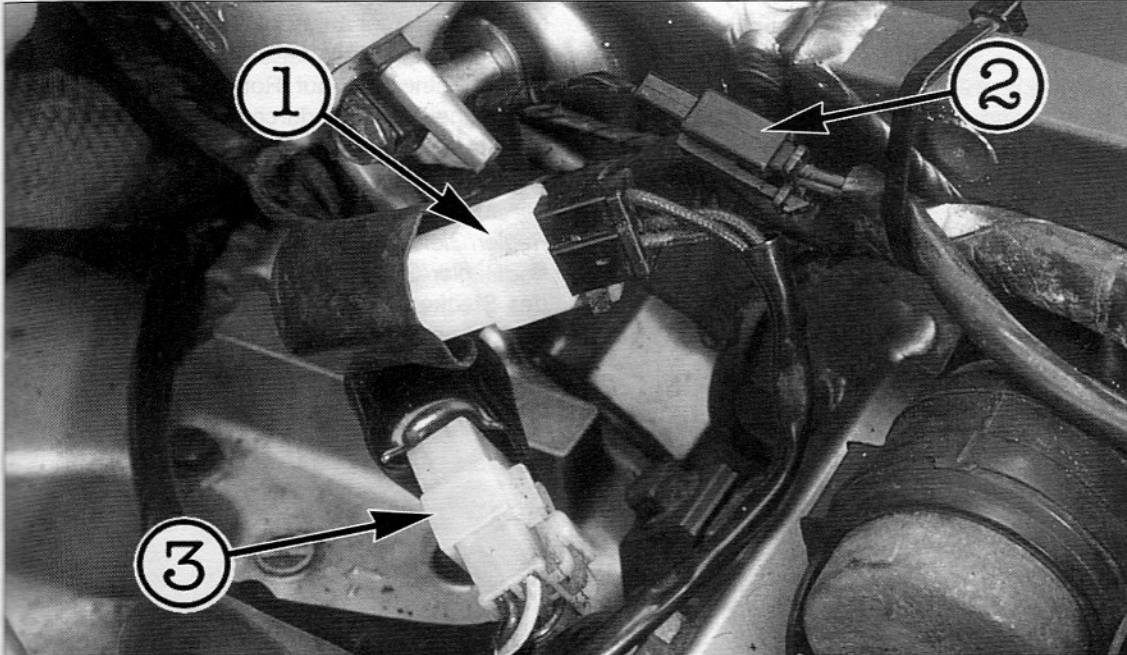

Bild 141
- Generatorstecker trennen und Kabel freilegen (Bild 141).
- Tank abnehmen und Handtester (Messbereich bis 250 V) an Stecker ① (Bild 141) anschliessen.